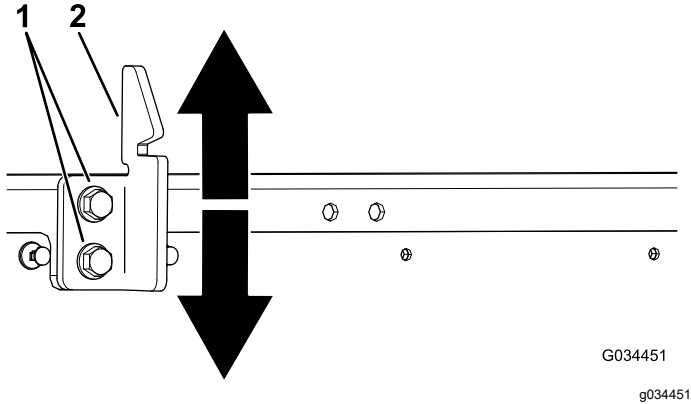

图 65
3. 拧松货斗门锁撞销上的 2 个螺栓并向上或向下取决于撞销过高还是过低移动撞销 图 65。
4. 拧紧货斗门锁撞销上的 2 个螺栓 图 65。